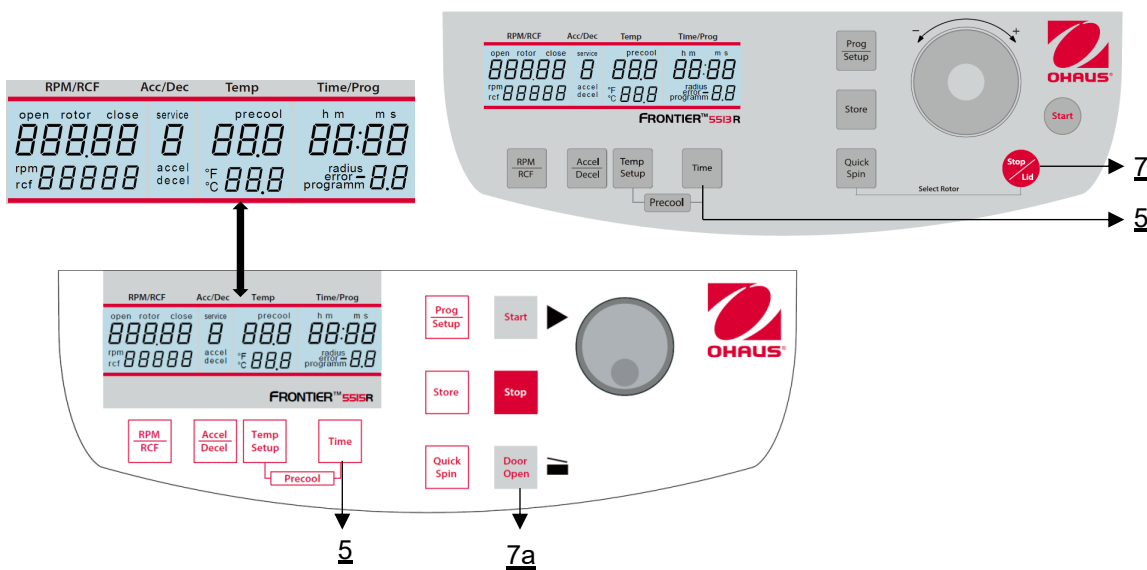

Figura 25
Abra la tapa de la centrifuga y apague el interruptor principal. Vuelva a conectar el interruptor principal. Durante unos 3 segundos aparecerá en la pantalla el nombre del modelo y la versión actual del software. Pulse durante este tiempo las teclas "**Tiempo**" (5) y "**Parada/Tapa**" (7) simultáneamente. Como resultado, se ejecuta una prueba de visualización durante aprox. 3 segundos. Todos los indicadores aparecerán al mismo tiempo (véase la figura 25).